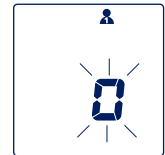

Bild 2
- Nachdem das Gerät seinen Abgleich gegen den Umgebungsluftdruck vorgenommen hat (Bild 2), beginnt der automatisch gesteuerte Aufpumpvorgang. Die Manschette wird während des Messvorgangs langsam aufgepumpt.